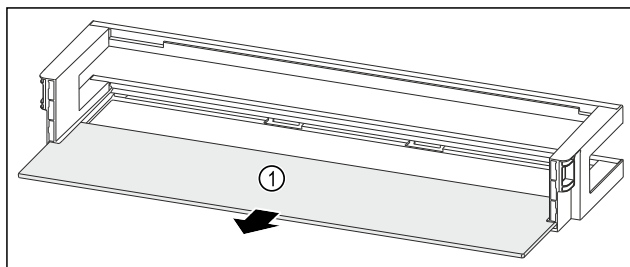

Fig. 147 Dveřní přihrádka s odkládací plochou
- ▶ Odkládací plochu Fig. 147 (1) odeberte.